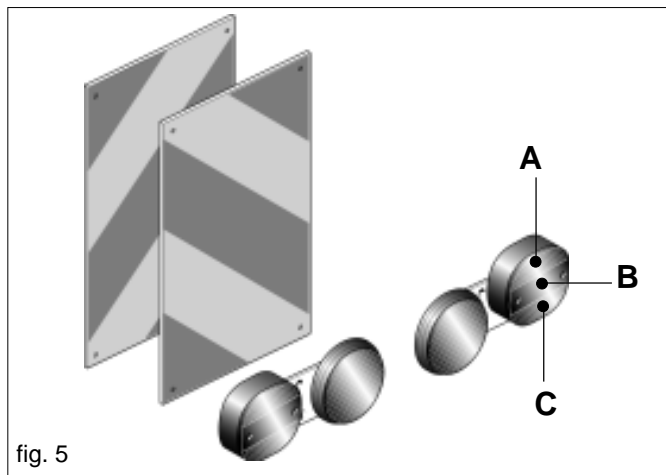

fig. 5
- 35) Si las dimensiones de los aparatos cargados o semi-cargados no permiten la visibilidad de los dispositivos de indicación e iluminación de la motriz, dichos dispositivos deberán ser instalados adecuadamente sobre los aparatos en sí, ateniéndose a las normas del código del tránsito vigente en el País. Asegurarse, mientras viene utilizado, que la instalación de las luces se encuentre perfectamente en función. Se recuerda, además que la correcta secuencia de las indicaciones de los faros prevé (Fig.5):